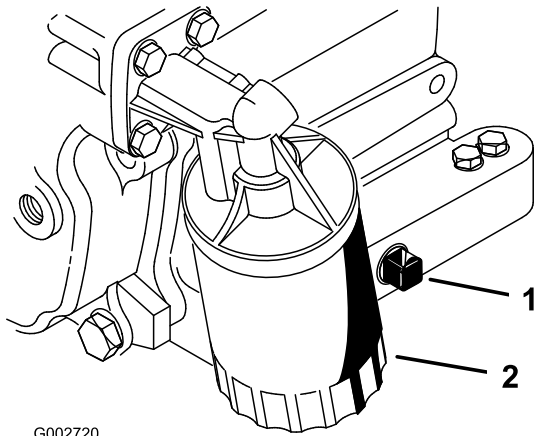

Figura 26
2. Retire o tampão de escoamento (Figura 26) e deixe o óleo escorrer para um recipiente adequado. Quando o óleo parar, volte a montar o tampão de escoamento.